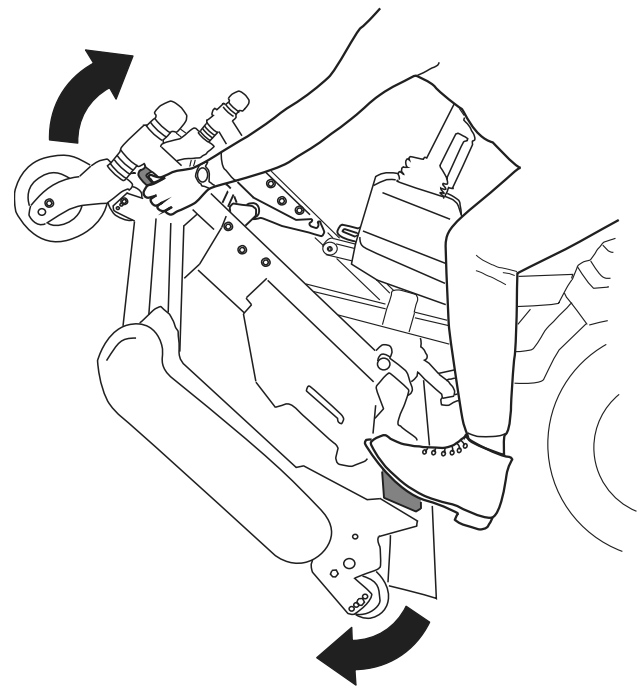
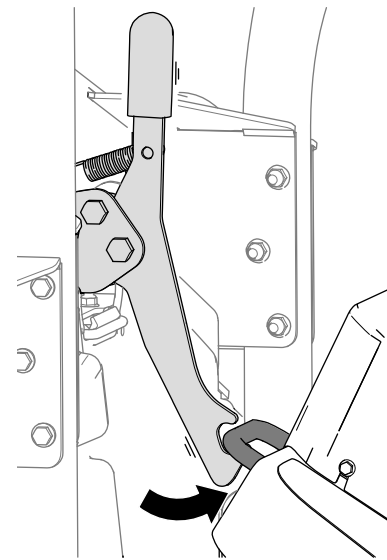
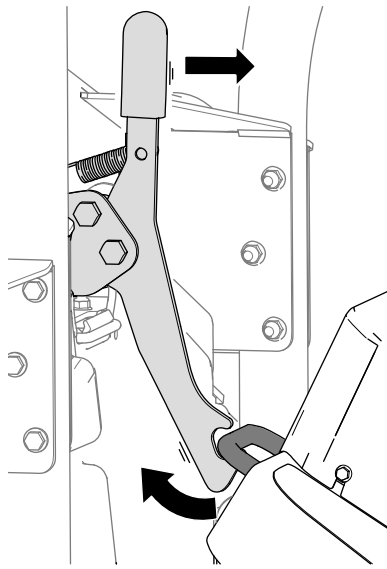

図 35
図 36
図 37
5. カッティングユニットを立てる 図 35 と、ラッチがロープ掛けブラケットに掛かる 図 36。
1. ロープ掛けブラケットに掛かっているラッチを外す 図 37 カッティングユニットを少しだけ前に倒して 図 35、ラッチのハンドルを前方へ動かせばよい。